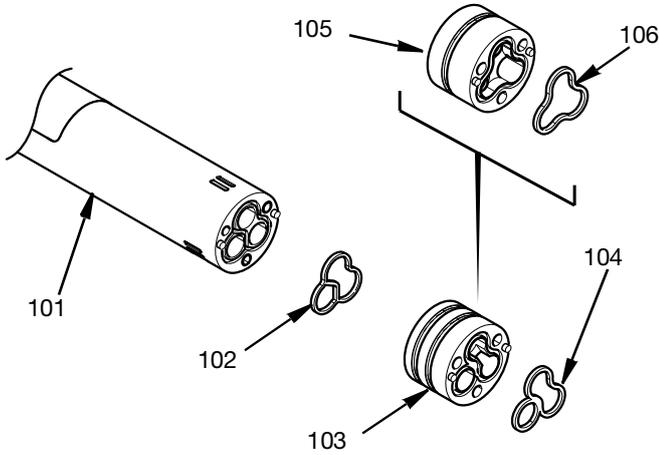

FIG. 28
8. Вставьте новую прокладку адаптера (102) в паз на лицевой стороне центрального корпуса (101). Наденьте соответствующий адаптер (103/105) на
центральный корпус, выровняв отверстия под направляющие штифты адаптера с крепежными штифтами. Разместите новую прокладку (104) для адаптера двух материалов (103) или прокладку (106) для адаптера одного материала (105). См. FIG. 28.